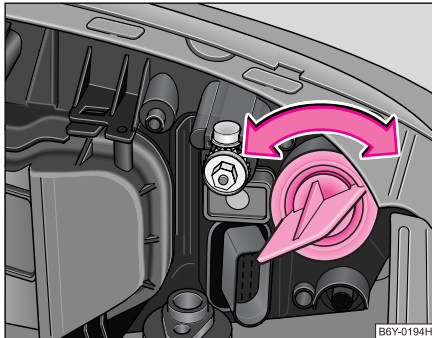

Abb. 170 Ausbau der Glühlampe für Blinklicht vorn
- Durch Drehen nach links die Lampenfassung mit Glühlampe herausdrehen ⇒ Abb. 170.